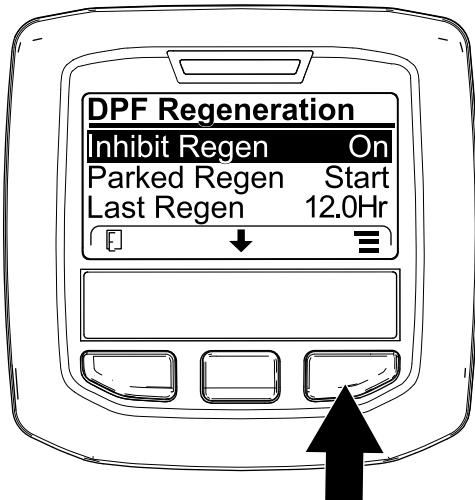
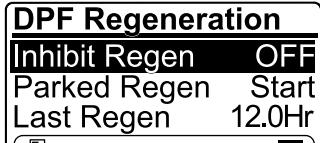

Figura 50
Figura 51
1. Aceda ao menu Regeneração do DPF, prima o botão central para ir até à opção INIBIR REGENERAÇÃO e prima o botão direito para selecionar a entrada Inibir regeneração (Figura 50).
2. Prima o botão direito para alterar a definição da Inibição da regeneração de Ligado para Desligado (Figura 50) ou de Desligado para Ligado (Figura 51).